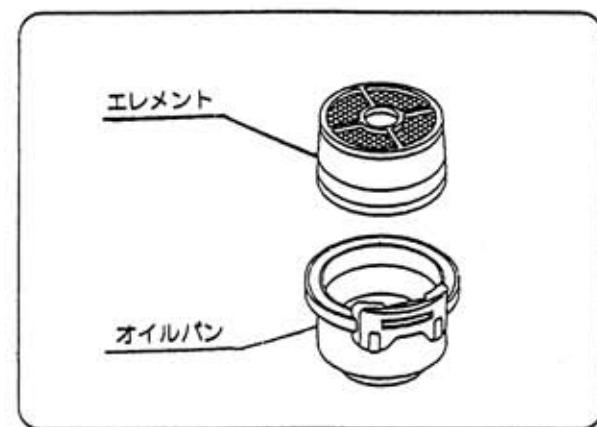

図35
- ② オイルが不足しているときは、オイルレベルまで補充してください。汚れがひどいときはオイルパン・エレメント共、白灯油で洗浄しエレメントはエンジンオイルに浸し滴下しない程度に振り切ってください。（図35）
- ③ オイルパンはよく洗浄し、新しいエンジンオイル（SC級以上）をレベルまで入れてください。（図35）